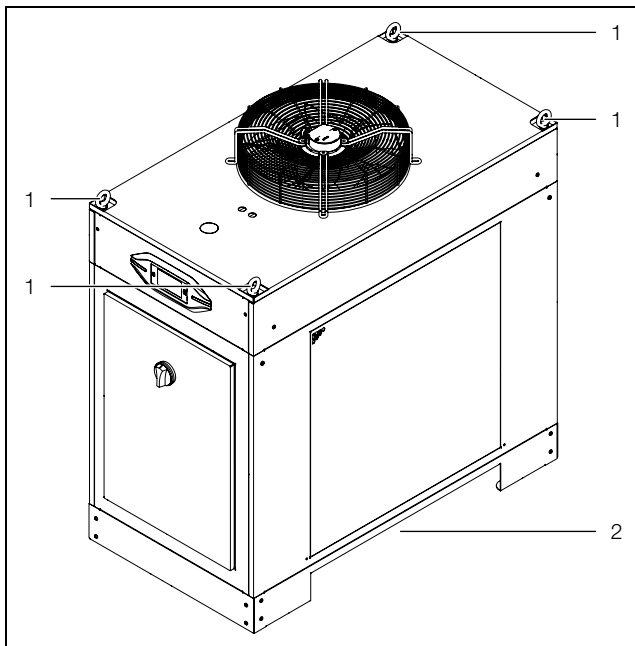

Fig. 15: Trasporto (nella figura è riportato un esempio della versione SK 333640x)
- con i golfari di sollevamento previsti a tale scopo utilizzando il dispositivo di sollevamento (fig. 15, pos. 1) oppure
- con un carrello industriale, tramite movimentazione nella parte inferiore e sollevamento laterale (fig. 15, pos. 2).
Legenda fig. 15